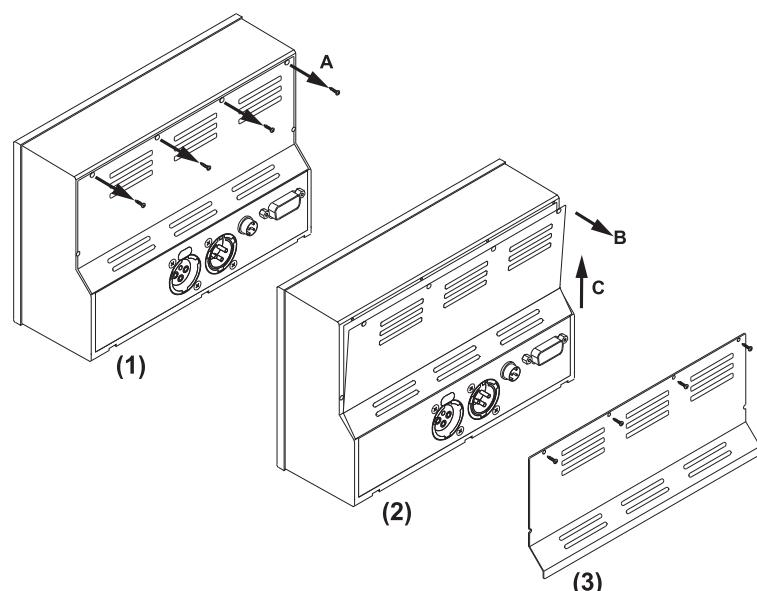

Bild D 7-2: Entfernen des rückwärtigen Abdeckblechs
3. Lösen Sie die vier Schrauben an der oberen Kante der Gehäuse-Rückwand. Öffnen und entfernen Sie das Abdeckblech. Legen Sie Abdeckblech und Schrauben zur Seite. (Bild D 7-2)